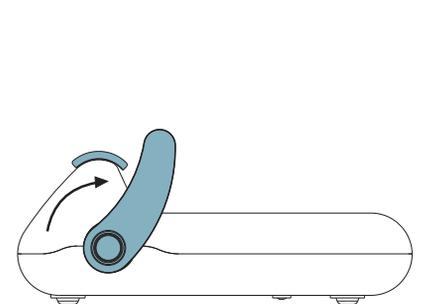

Fig.4
- 5▶ Levante la palanca (Fig. 4) y retire el embalaje.